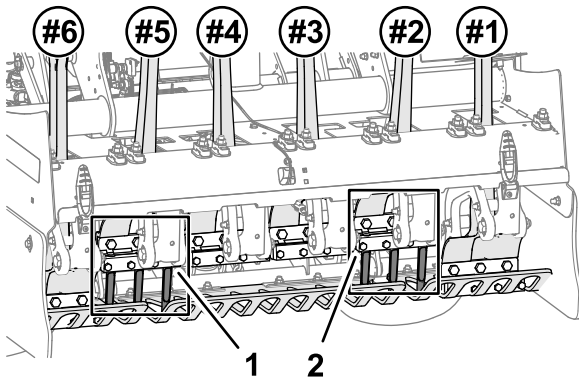
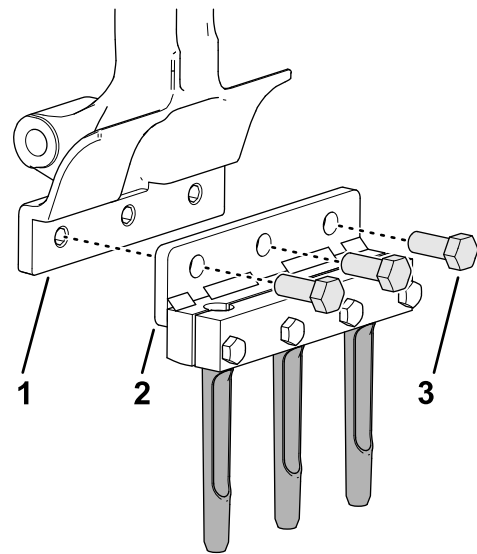

Bild 42
Bild 43
1. Befestigen Sie den Tines-Halter und die Tines mit drei Schrauben ($\frac{1}{2}$ " x $1\frac{1}{4}$ ") lose am Tines-Arm Nr. 2 (Bild 42 und Bild 43).